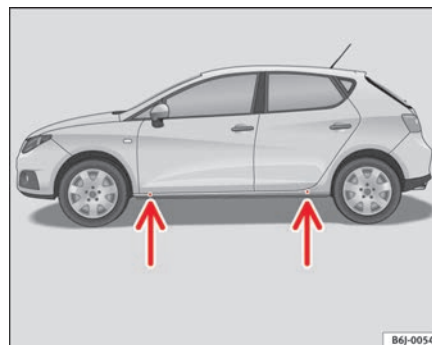

Fig. 137 Pontos de recepção do macaco
- Procure o ponto de recepção na longarina inferior, mais próximo da roda que pretende desmontar ⇒ **página 218, fig. 137.**
Na longarina inferior há depressões que marcam os pontos em que o macaco deve ser aplicado, à frente e atrás ⇒ **página 218, fig. 137.** Foi previsto um local em cada roda. O macaco não deve ser aplicado noutros pontos.